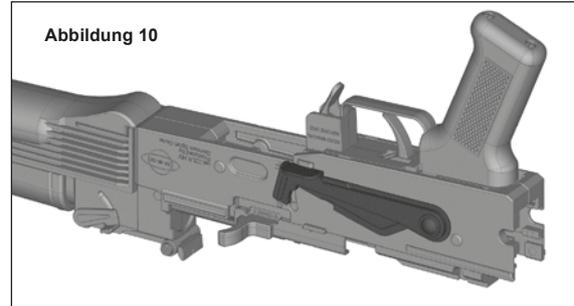

Abbildung 10
7. Legen Sie danach die Waffe auf den Rücken und vergewissern Sie sich, dass der Sicherungshebel auf „F“ steht. (Abbildung 10 Seite 23).